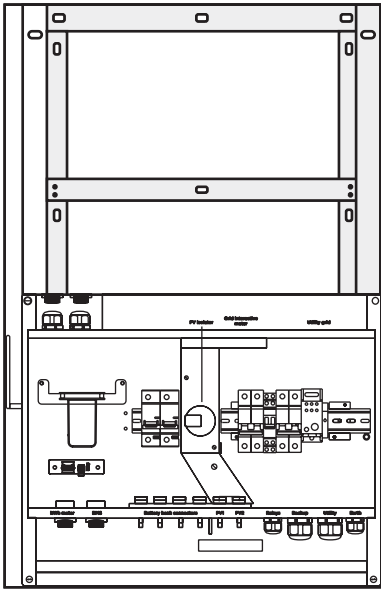

图6: 安装BoS
将挂装件固定在墙上之后, 抬起BoS挂在两个安装挂钩上。确保BoS已完全卡住两个挂钩, 如图6所示。
- 将 BoS 放在挂装件上后，抬起逆变器并将其放在 BoS 上，使正负连接器啮合并锁定，如图 6 所示。